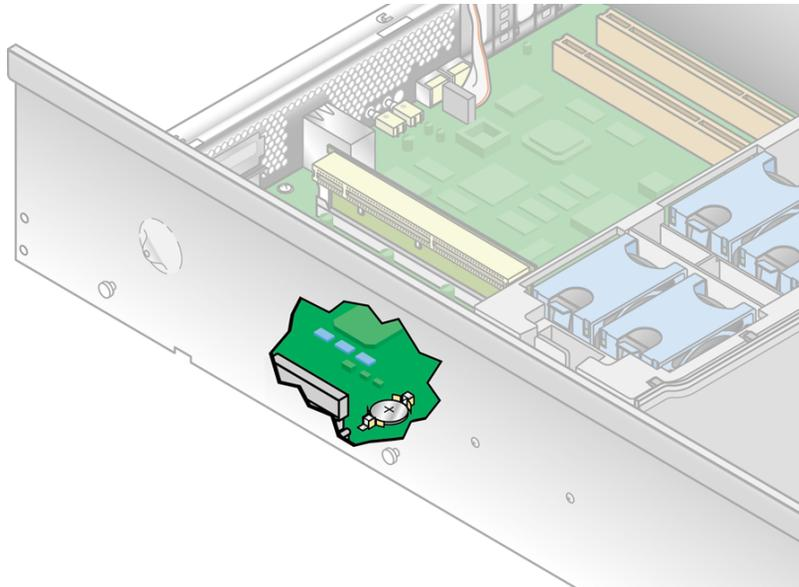

FIGURE 4-37 Retrait de la batterie du système
3. Retirez la batterie du système en la faisant glisser et la dégageant du support (voir l'emplacement sur la FIGURE 4-37).